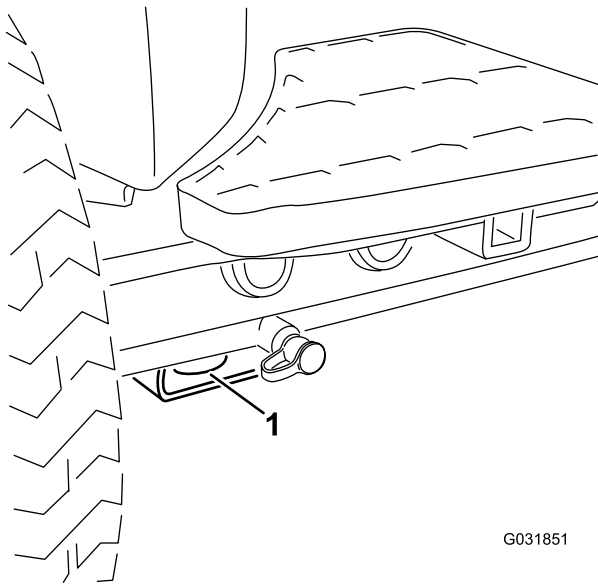

Bild 22
- **Vorderseite der Maschine:** Loch im rechteckigen Polster unter dem Achsenrohr in jedem Vorderreifen (Bild 22).